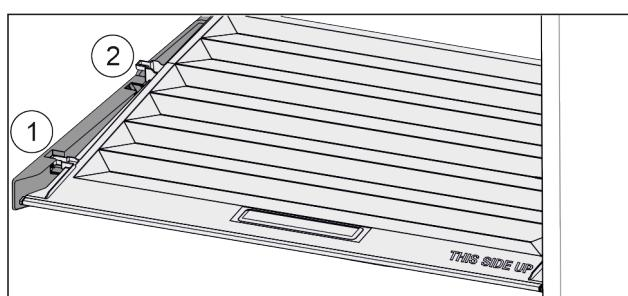

Fig. 142
- Потянуть крышку до отверстия в поддерживающих деталях вперед Fig. 142 (1).
- Поднять сзади снизу и извлечь Fig. 142 (2) движением вверх.